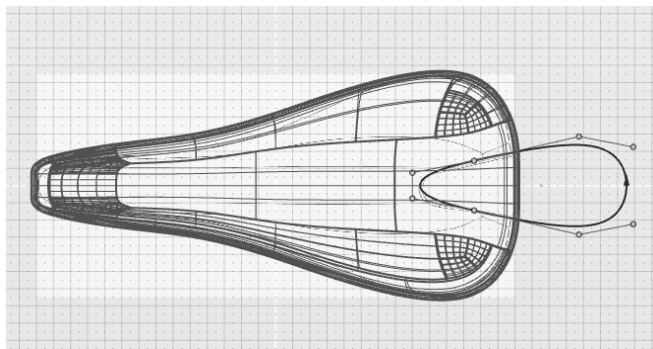

图 7-79 调整曲线控制点以匹配背景图像
3) 使用“缩放”或“平移”工具，调整曲线控制点，使其更加匹配背景图像中的缺口细节，如图 7-79 所示。